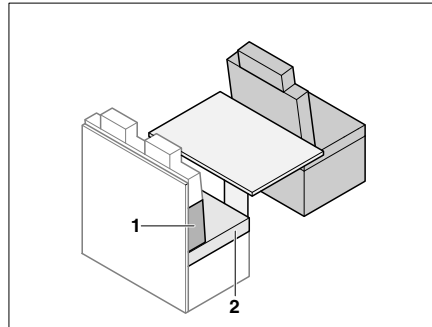

Fig. 190 Prima della trasformazione
- Rimuovere i cuscini del divano (Fig. 190,2).
- Posizionare il cuscino dello schienale (Fig. 190,1) tra il cuscino del divano e la parete posteriore. Rispettare la forma cuneiforme.